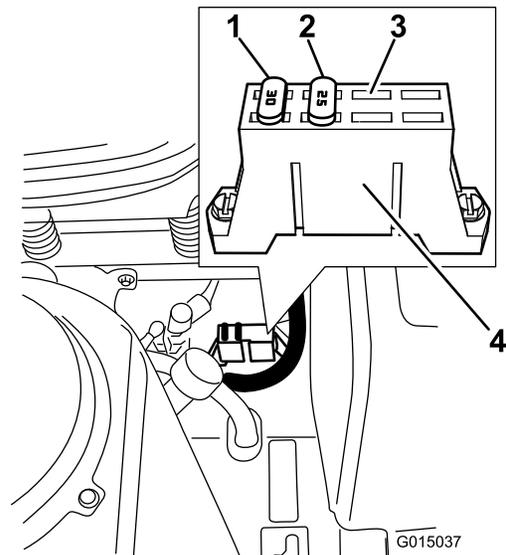

Figura 48
1. Los fusibles están situados en la consola de la derecha, junto al asiento (Figura 48).
3. Instale un fusible nuevo del mismo amperaje que el fusible que retiró (Figura 48).